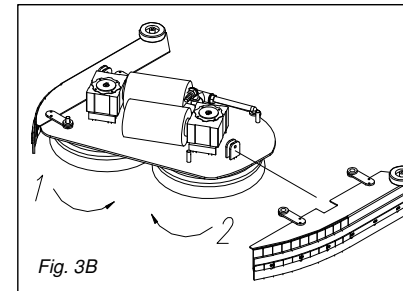

Fig. 3B
3. Sollevare e rimuovere dalla propria sede il tergipavimento (Fig. 3B)
5. Girare a scatto, in senso antiorario la spazzola di sinistra (Fig. 3B - 1) e orario la spazzola di destra (Fig. 3B - 2), in modo da spingere il bottone verso la molla di aggancio fino ad ottenere il bloccaggio.